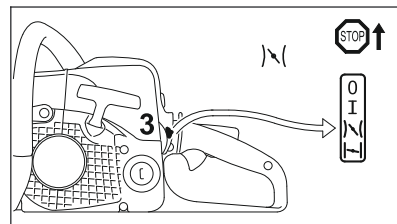

Рис. 49
- Комбинированный рычаг (рис. 49, поз. 3) установить в положение газа запуска ↘| и продолжить запуск.